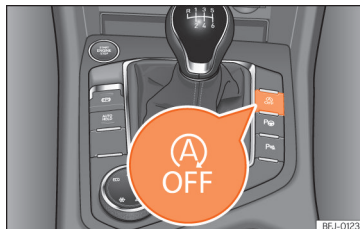

Abb. 167 Mittelkonsole: Taste des Start-Stopp-Systems.
- Um das Start-Stopp-System manuell aus-/einzuschalten, drücken Sie die Taste  »» **Abb. 167**.